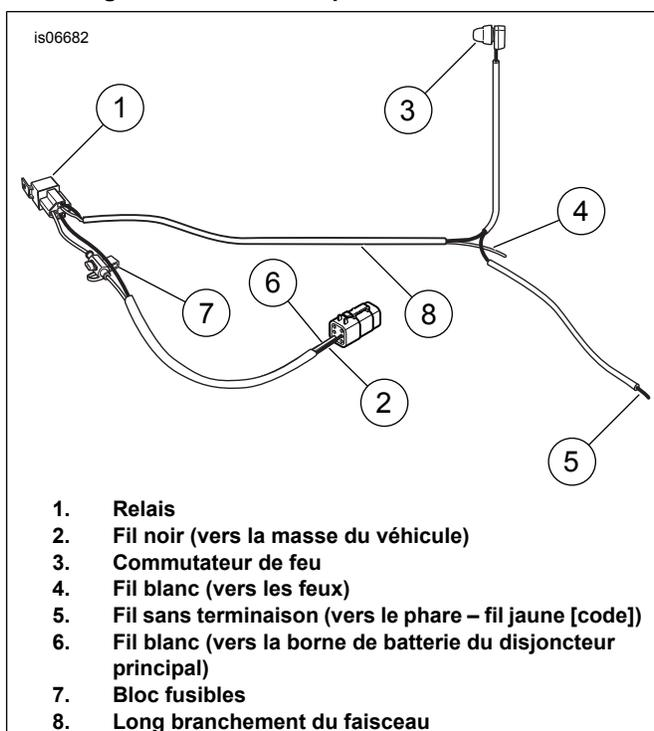

Figure 4. Identification des composants du faisceau de fils
Voir Figure 4 pour l'identification des composants de faisceau de fils.
14. Voir Figure 4. Acheminer le faisceau au-delà de la colonne de direction et acheminer le branchement du commutateur de feu (3) du faisceau le long du côté gauche du guidon vers la commande d'embrayage.